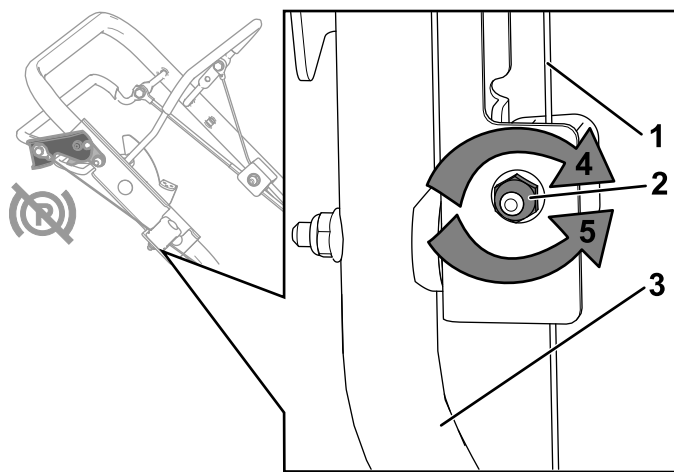

Figura 51
2. Girate il dado di regolazione in senso antiorario per allentare la regolazione del cavo (Figura 51).
3. Regolate la tensione del cavo (Figura 51) tirando o spingendo la guaina del cavo e mantenendo la posizione raggiunta.